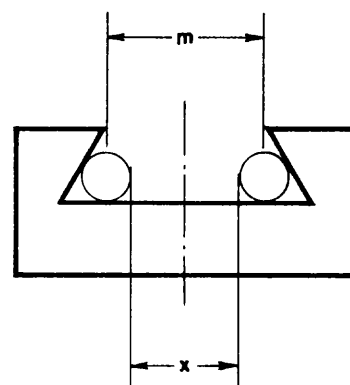

Fig. 6
1) Asegúrese, antes de dar la última pasada a este flanco, si obtiene la medida (m) deseada (fig. 6).
2) Si la precisión lo exige, la verificación final se hace comprobando que se tiene, entre los cilindros, la dimensión (x) previamente calculada (fig. 6).